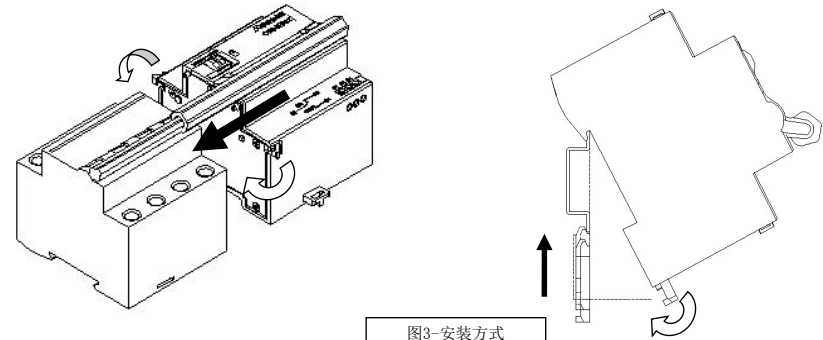

图3-安装方式
5. 手柄横向插入断路器的手柄内(如图3), 控制断路器的分、合闸;
6. 安装在条架上后使锁定扣推入(如图3), 反之要在条架上拆下产品前需先将锁定扣拉出;